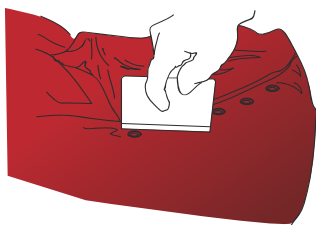

Figure 18
- ▶ Passer ensuite la ROLLRIV sur le film pour le faire adhérer sur toute la surface du rivet puis faire le tour du rivet avec la raclette (FIG. 18) ou le pouce.